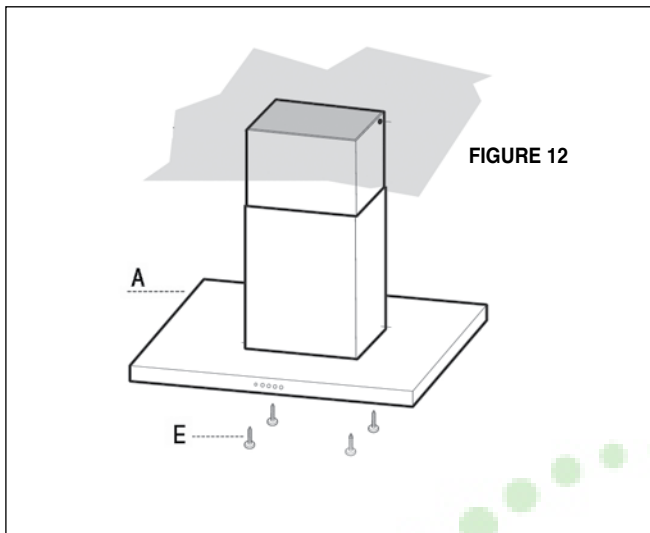

FIGURE 12
4. Ensuite, fixer par le bas, au moyen de quatre vis fournies (E de la FIGURE 12) la HOTTE (A de la FIGURE 12) au treillis prévu.